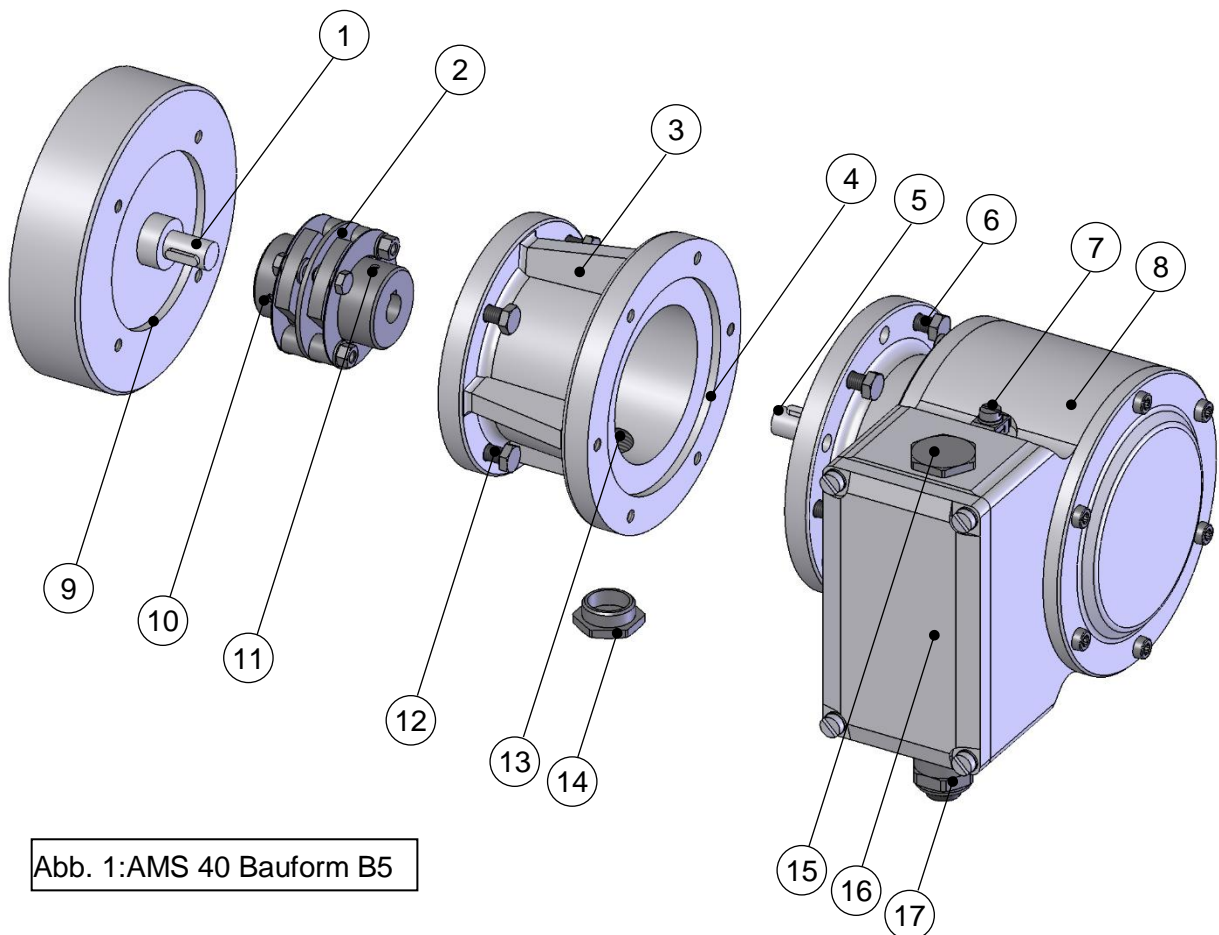

Abb. 1:AMS 40 Bauform B5
1. Klemmkastendeckel (16, Abb. 1) öffnen.
2. Verschlussbolzen der Kabelverschraubung (17, Abb.1) entfernen.
9. Erdungskabel an Erdungsklemme (7, Abb. 1) befestigen.